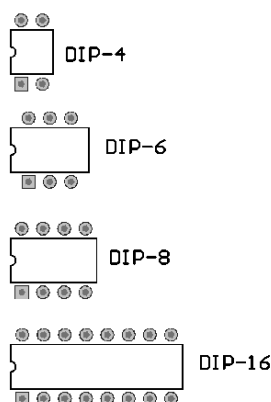

图 3.7.38 双列直插式封装 DIP-XX
(1) DIP-XX：是传统的双列直插封装的集成电路，“XX”表示引脚数，无论多少引脚，相邻焊盘之间的间距均为 100mil，如 DIP-16 的封装模型如图 3.7.38 所示。